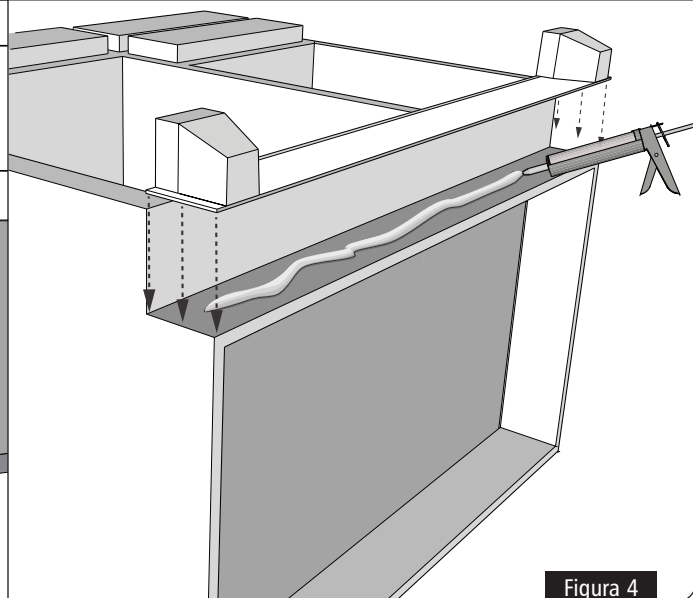

Figura 4
- 7** Aplique un cordón de pegamento al zócalo del armario como se muestra en la figura 4.